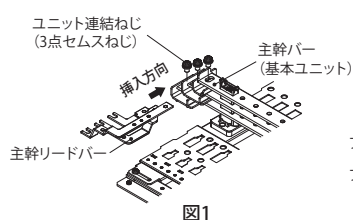

図1
- ②基本ユニットの主幹バー下側に主幹リードバーを挿入し付属のユニット連結ねじ(3点セムスねじ)にて固定してください。(図1)
- ①取付寸法に従って穴加工を行い、取付台を付属の座付丸タッピンねじで固定してください。
- ②4頁の主幹ブレーカタイプと同様の手順で主幹リードバーを固定してください。(図1)